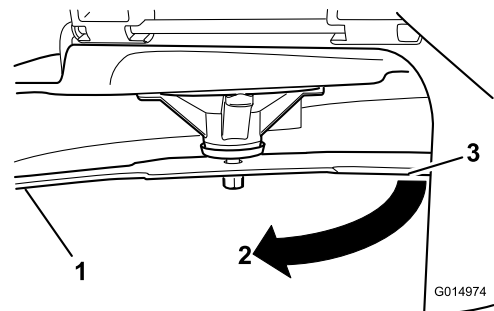

**Bild 56**
2. Tragen Sie dicke Handschuhe oder andere angemessene Handschuhe und drehen Sie das Messer langsam in eine Stellung, in der das Messen des Abstands zwischen der Schnittkante und der ebenen Fläche der Maschine möglich ist (Bild 56).